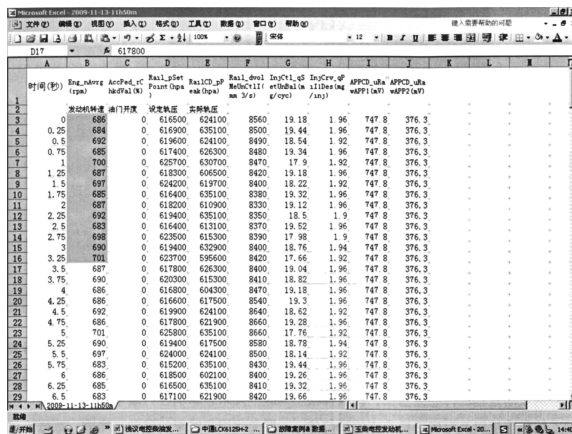

图 2-50 喷油器卡滞故障数据流
- 读取数据流发现发动机转速波动很大,如图 2-50 所示。发动机怠速明显不稳,这说明某缸或某些缸的做功情况很差,结合加速时还有黑烟冒出,怀疑喷油器不能喷油或喷油雾化不良。电控高压共轨系统高压油路采用的是闭环控制模式,对故障模式 10,一般与喷油器有关,当喷油器喷油不好或回油不好时,发动机转速不能稳定,这时 ECU 试图通过加大每循环的油量来维持转速的稳定,所以就会有该故障码出现。